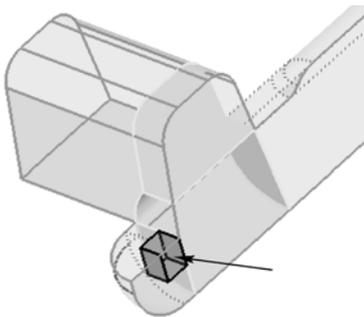
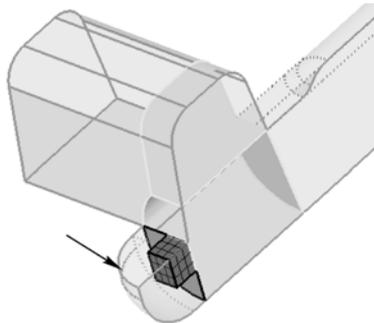

图 5-21 选择小立方体
图 5-22 选择实体
- (1) 在工具栏单击 Shaded Geometry and Surface Edges () 按钮。
- (2) 通过以下任一种方式进入 solid map 面板。
- (3) 选择 one volume 子面板。
- (4) 在 along parameters 栏下的 elem size= 栏中输入 1。
- (5) 在 volume to mesh 栏下激活 solid 选择器, 选择如图 5-21 所示小立方体。
- (6) 单击 mesh 按钮。
- (7) 在工具栏中单击 Shaded Elements and Meshlines () 按钮。
- (8) 选择如图 5-22 所示实体。